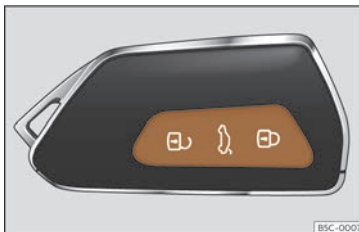

Fig. 75 Cheia cu telecomandă: tastele.
• **Încuiere:** apăsați butonul  >>> **fig. 75.**